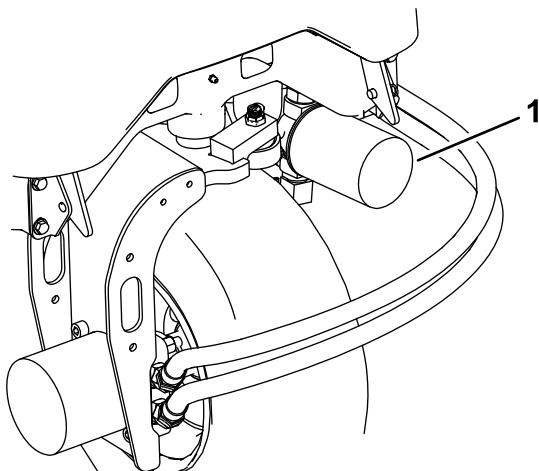
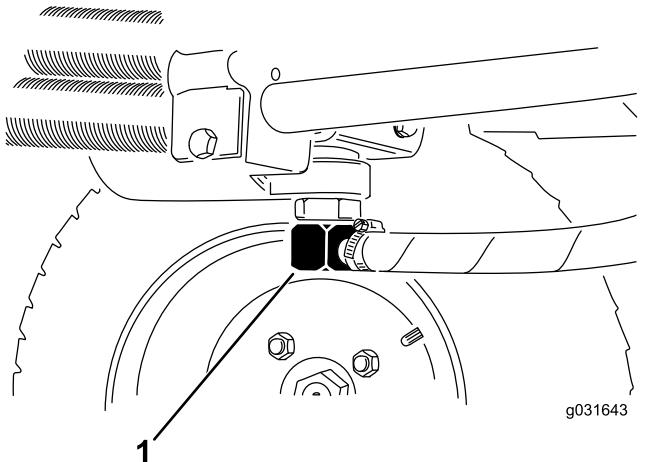

図 65
図 66
3. フィルタ取り付け部付近をきれいに拭い、下に容器を置き、フィルタを外す 図 65。
2. 油圧ラインの接続部または油圧フィルタを外し、流れ出すオイルを容器に受ける図 65と図 66。
3. オイルが全部流れ出たらラインを元通りに接続する図 66。